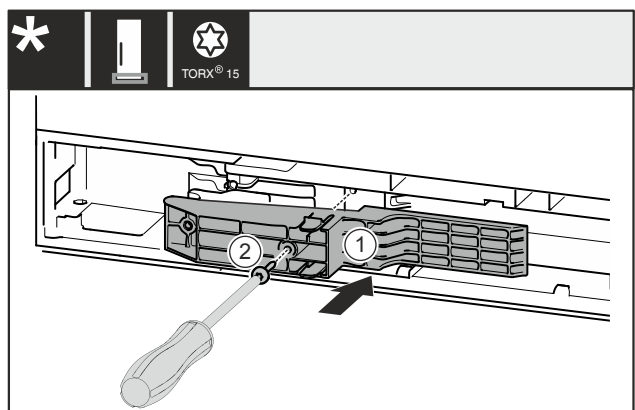

Fig. 52 *
- ▶ Adapterstück Fig. 52 (1) auf der Griffseite in die Aussparung einsetzen.*
- ▶ Schraube Fig. 52 (2) mit Schraubendreher festschrauben.*